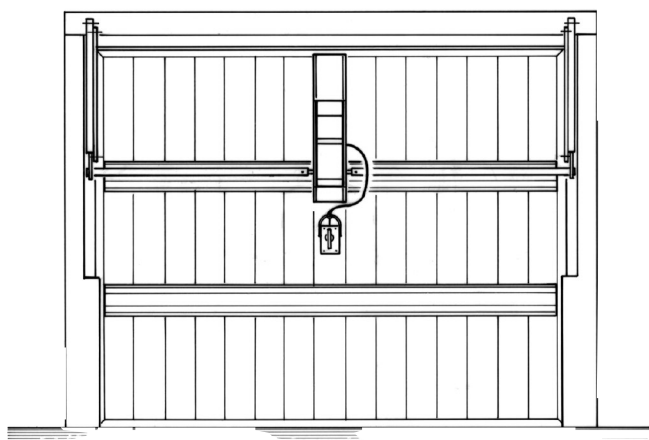

Fig. 5
Pour les portes d'une largeur allant jusqu'à 3,2 m ou, quoi qu'il en soit, présentant une surface maximale de 9 m², il est indispensable d'utiliser ECOPESI S (AA40806), monté tel que l'illustre la figure 5, ainsi qu'un COUPLE DE LEVIERS DROITS TÉLESCOPIQUES COD. ACG8158 (ou d'un COUPLE DE LEVIERS COURBES TÉLESCOPIQUES COD. ACG8159), sans oublier les accessoires pour le renvoi latéral COD.ACG8164.
- Couper la partie opposée de façon à ce qu'ils puissent être enfilés sur les leviers. Veiller à ce que les TUBES DE TRANSMISSION soient parfaitement alignés, sans aucun écartement (Fig.12). Le "TUBE DE TRANSMISSION L=3mt" (COD. ACG2090) transmet le mouvement au COUPLE DE LEVIERS DROITS TÉLESCOPIQUES " COD.ACG8158 (ou au " COUPLE DE LEVIERS COURBES TÉLESCOPIQUES " COD.ACG8159 - **DE SOUDER A LE TUBE DE TRANSMISSION** !), qui doivent toujours être montés latéralement (Fig. 5).